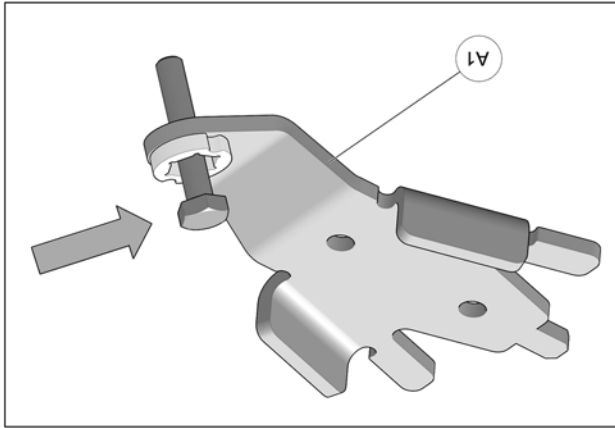

Fig. 15
4. Insérer un boulon à l'extrémité de chacun des ancrages de suspension avant (A1). Voir la Fig. 15